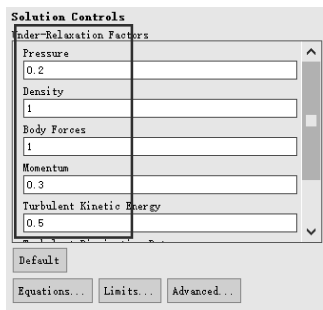

图 11-20 求解控制参数设置
(2) 求解控制：单击 Ribbon 功能区【Solving】→【Controls...】→【Pressure】= 0.2，【Momentum】= 0.3，【Turbulent Kinetic Energy】= 0.5，其他设置默认，如图 11-20 所示。